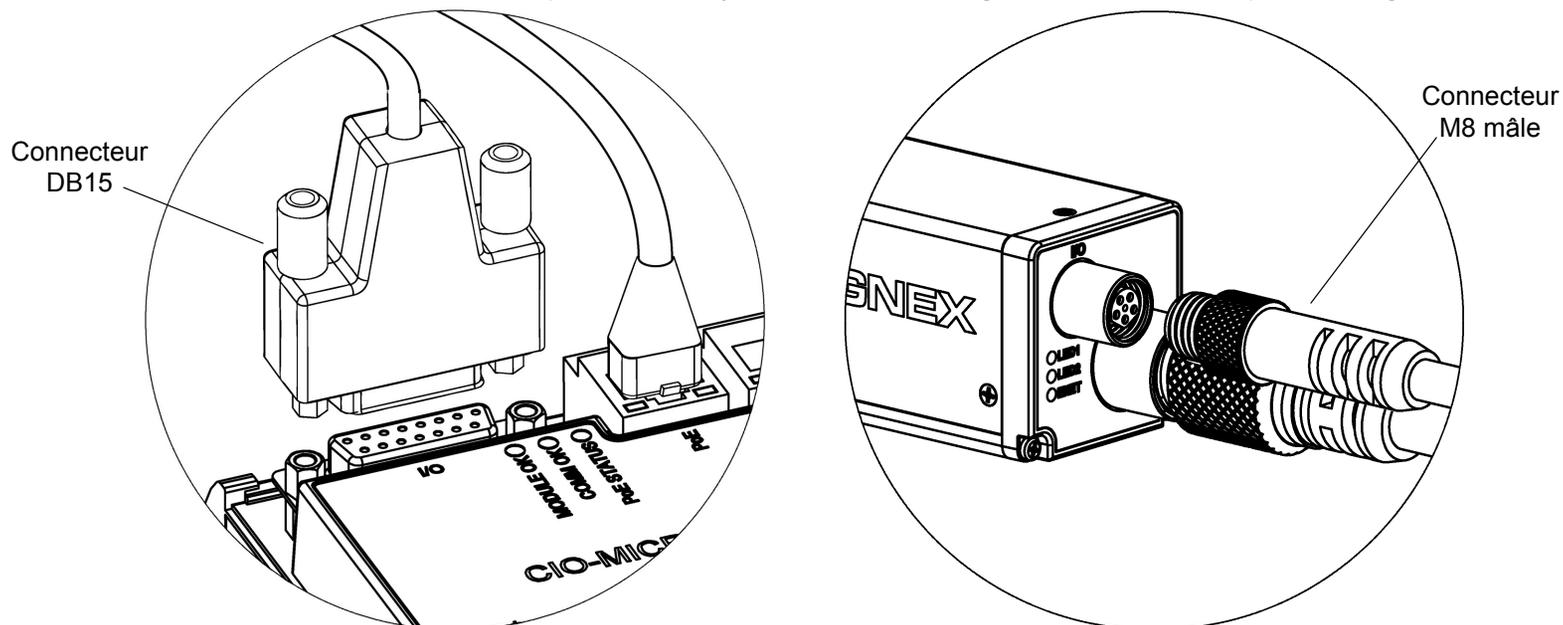
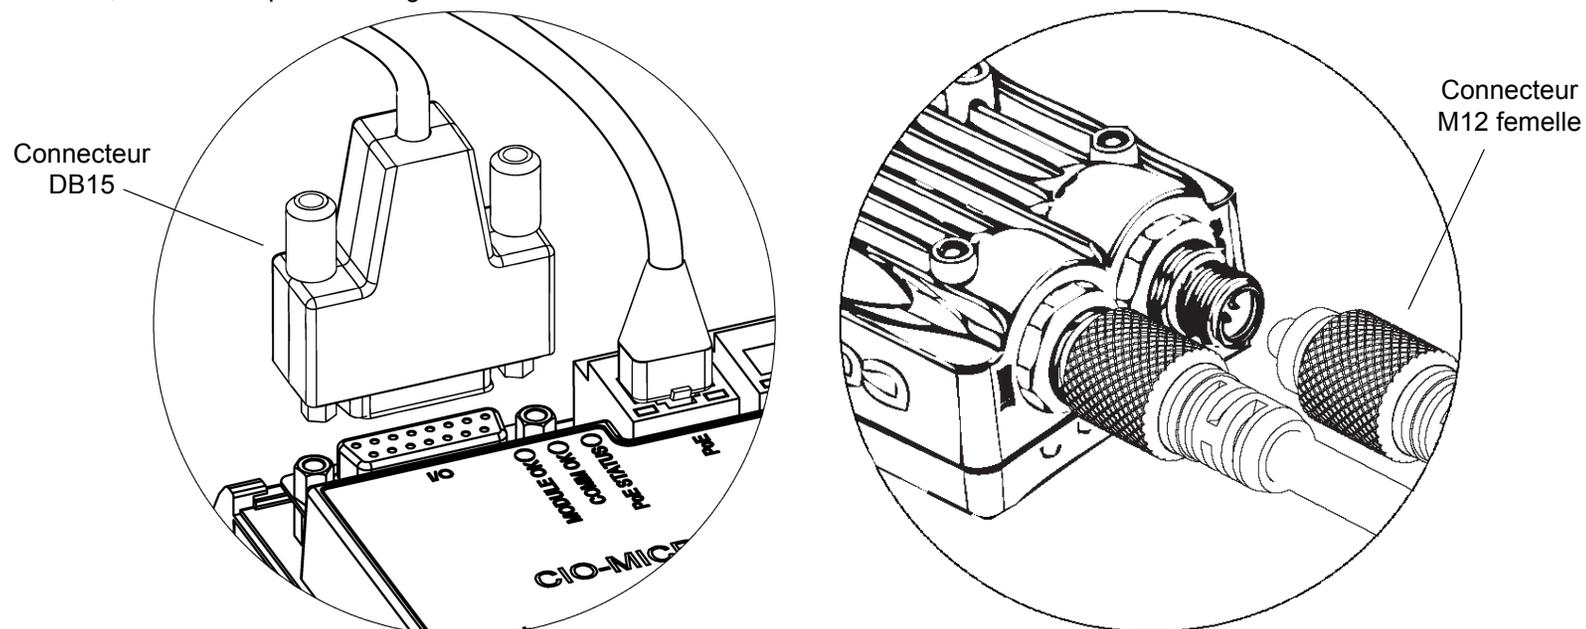

Figure 2-5 : Raccordement du câble d'E/S au module d'E/S
Figure 2-7 : Raccordement du câble d'E/S au module d'E/S
- b. Pour utiliser les sorties à haut débit ou l'entrée de déclenchement du système de vision In-Sight Micro, insérez le connecteur DB15 du câble de module d'E/S dans le port d'E/S du module d'E/S, comme indiqué sur la Figure 2-5, et insérez le connecteur M8 à raccord du câble de module d'E/S dans le port d'E/S du système de vision In-Sight Micro, comme indiqué sur la Figure 2-5.
- b. Insérez le connecteur DB15 du câble de module d'E/S dans le port d'E/S du module d'E/S, comme indiqué sur la Figure 2-5, et insérez le connecteur M12 femelle à raccord du câble de module d'E/S dans le port 24 VDC du système de vision In-Sight série 5600, comme indiqué sur la Figure 2-7.